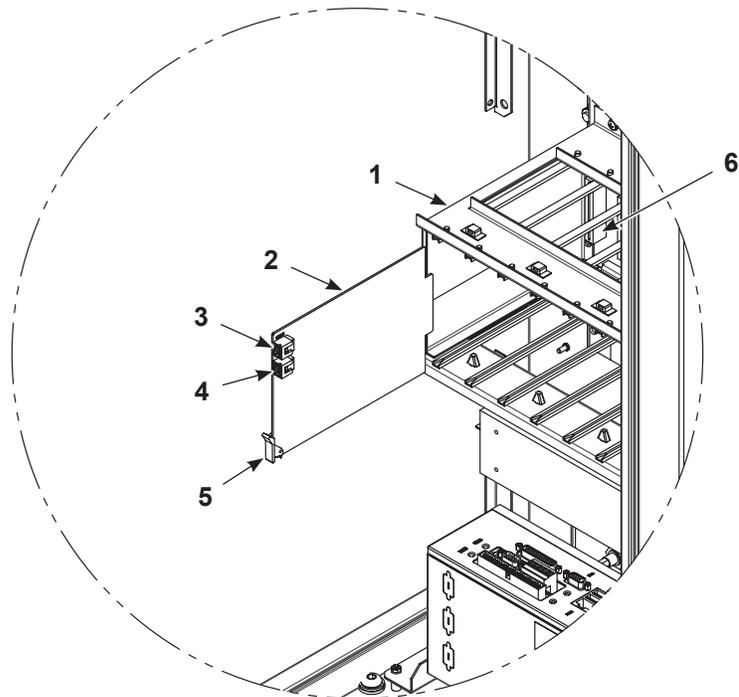

Figura 5-1 Sostituzione della scheda di controllo della pistola a spruzzo
Vedi Figura 5-1. Le schede controllo della pistola a spruzzo (2) sono inserite nel contenitore schede da sinistra a destra. Ciascuna scheda controlla due pistole a spruzzo: l'alloggiamento inferiore è il numero dispari della pistola a spruzzo, l'alloggiamento superiore è il numero pari della pistola a spruzzo.